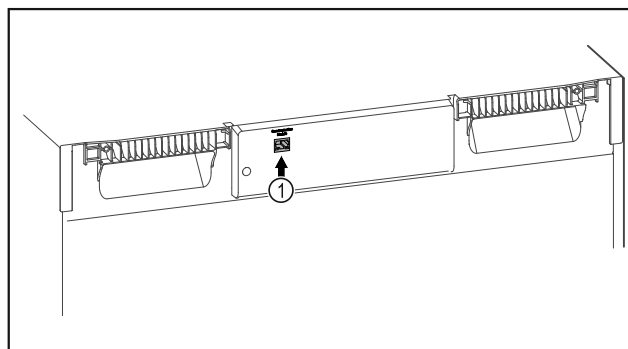

Fig. 95
- SmartModule Fig. 95 (I) naudojamas.